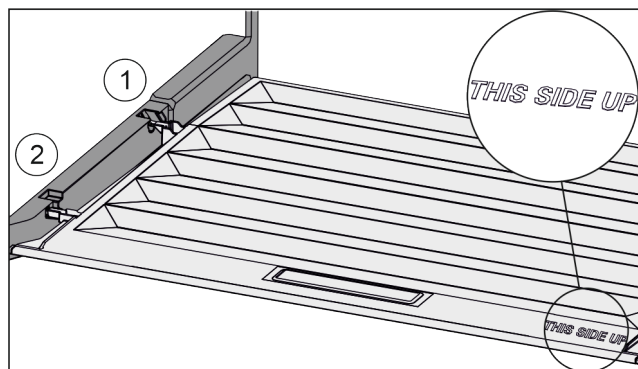

Fig. 95
- ▶ Ramiona pokrywy wprowadzić ponad otworem tylnego uchwyty Fig. 95 (1) i zażebić z przodu w uchwycie Fig. 95 (2).